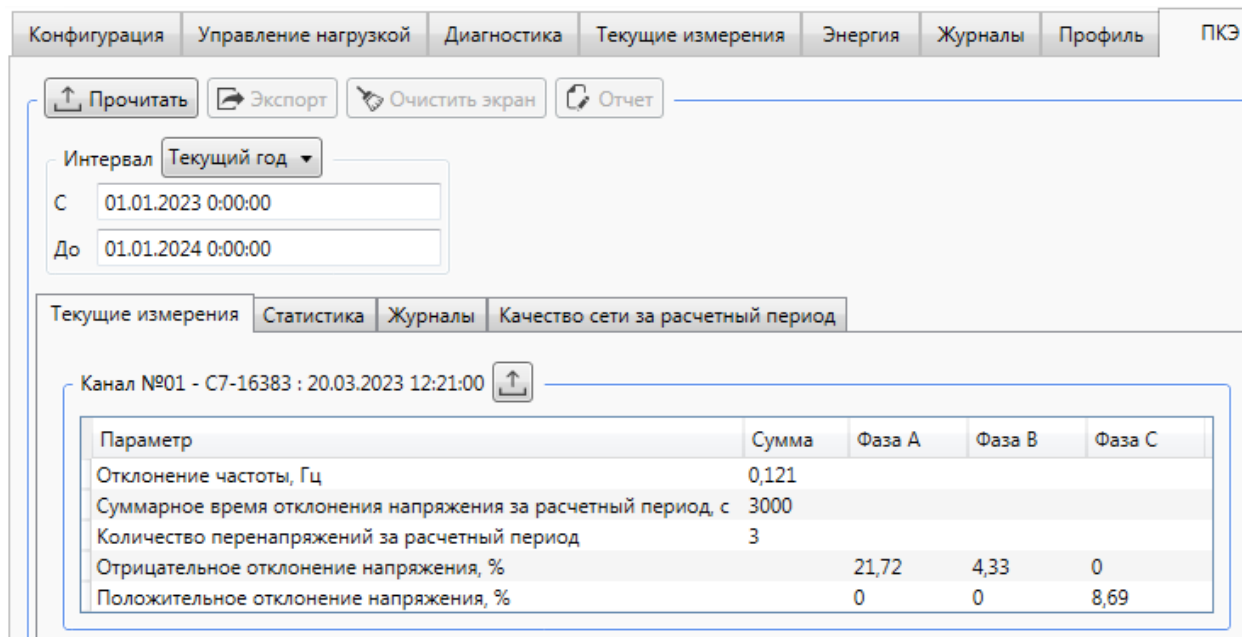

Рисунок 9.43 – Просмотр данных текущих измерений ПКЭ
9.7.6.2 Для просмотра данных текущих измерений необходимо перейти на вкладку *ПКЭ* области параметров программы КОНФИГУРАТОР, затем на вкладку *Текущие измерения*. Нажать кнопку *Прочитать* (рисунок 9.43).